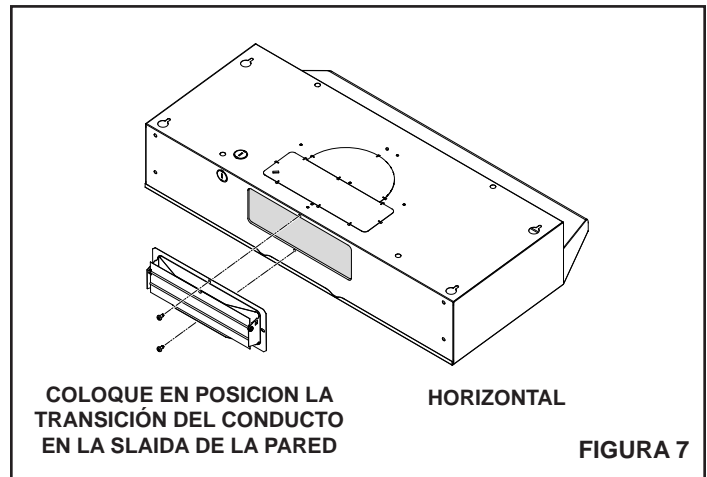

FIGURA 7
**Para una instalación de descarga horizontal** **refiérase a la FIGURA 7.** Si está utilizando el transición del conducto de 8,26 cm x 25,40 cm (3¼" x 10"), asegúrelo a la campana. Asegúrese de que la aleta más húmeda funcione completamente y libremente. Si no, quitar la aleta más húmeda o hacer modificaciones necesarias a la instalación para asegurar la operación completa y libre de la aleta más húmeda.
4. Alinee las ranuras de montaje de la chivetero de la campana sobre los cuatro (4) tornillos parcialmente instalados.